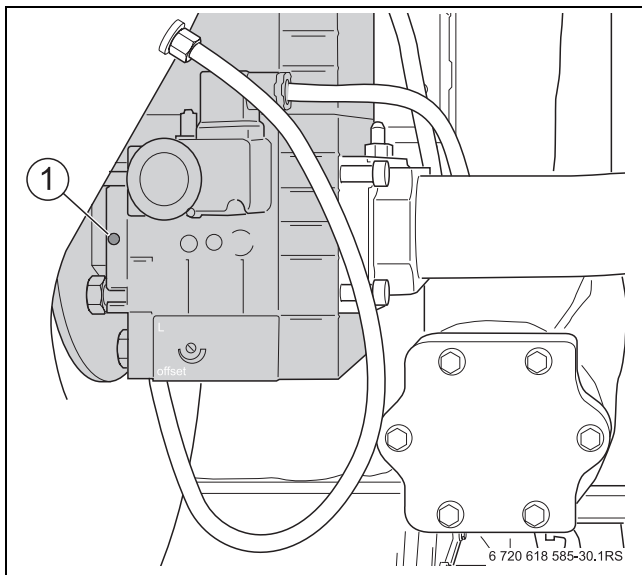

Рис. 32 Проверка содержания CO₂ при полной нагрузке
- ▶ При содержании CO₂ меньше 8,5 % или выше 9,6 % установите регулировочным винтом большой нагрузки 9,1 % (см. рис. 32).